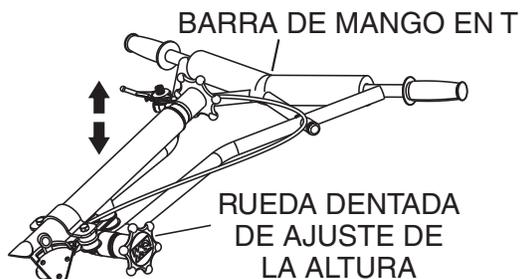

Figura 5. Ajuste de la barra del manubrio en T
2. Para ajustar la altura del manubrio en forma de T, afloje la rueda dentada (Figura 5) y mueva la barra del manubrio en T a la posición deseada.